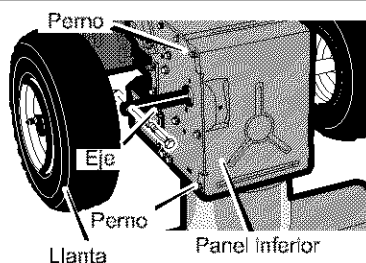

Figura 107
4. Quite los sujetadores que fijan la llanta izquierda. Quite la llanta izquierda del eje (Figura 107).
19. Instale el **panel inferior** (Figura 107).